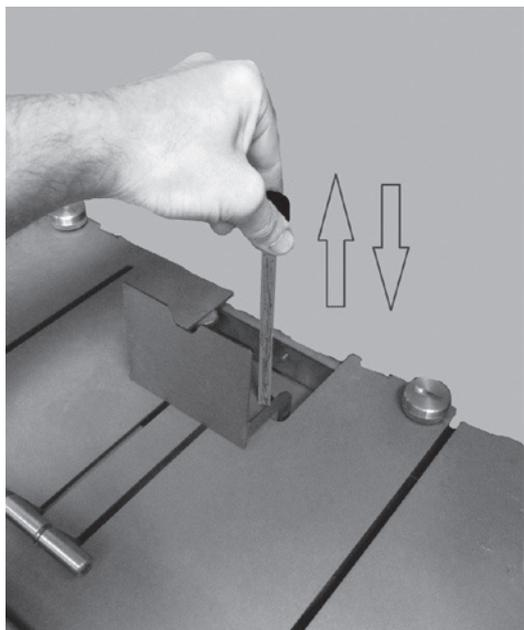

Figure 1
- **Tous les jours et à chaque fois que cela s'avère nécessaire** : nettoyer le brûleur (B) et replacer la lame du brûleur (A) (Figures 1, 3 et 4)